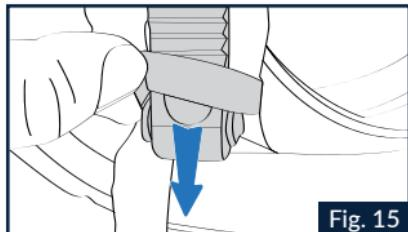

Fig. 15
1.1 Desabroche la correa de sujeción (consulte las instrucciones correspondientes) y saque la cinta de la correa de sujeción de la trabilla elástica presente en la tira de las almohadillas laterales (Fig. 15).
6.5 Introduzca la cinta de la correa de sujeción en la trabilla elástica presente en la tira de las almohadillas laterales (Fig. 15).